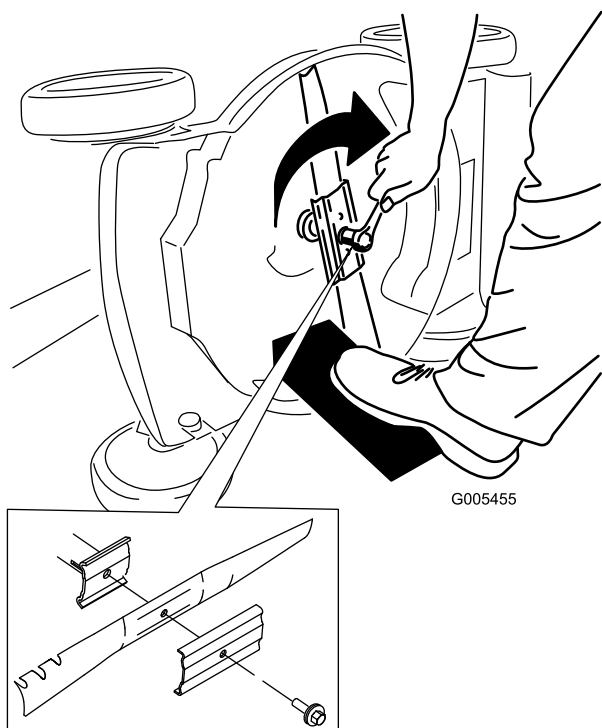

Figure 44
4. Déposez la lame mais ne jetez pas les fixations (Figure 44).
5. Montez la nouvelle lame et toutes les fixations (Figure 44).